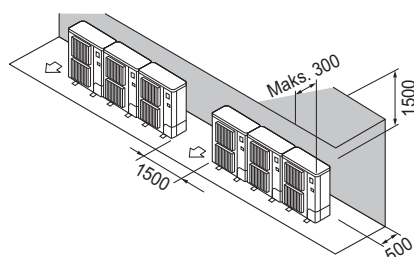

Fig. 3-12
- ② Kun forhindringer bagved og ovenover (Fig. 3-12)